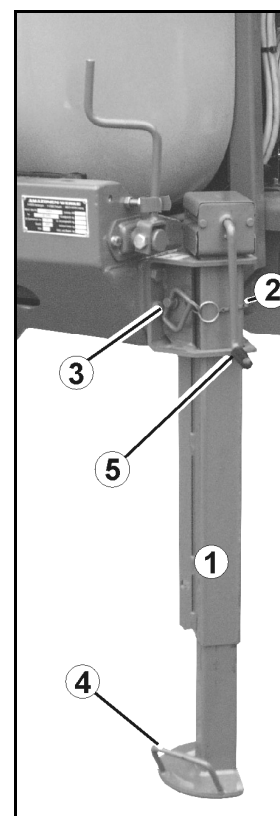

Bild 40
Stödben med vev (Bild 40/1):
1. Lossa låssprinten (Bild 40/2).
2. Dra ut bulten (Bild 40/3).
3. Höj eller sänk stödbenet med handtaget (Bild 40/4).
5. Använd handveven (Bild 40/5) för att